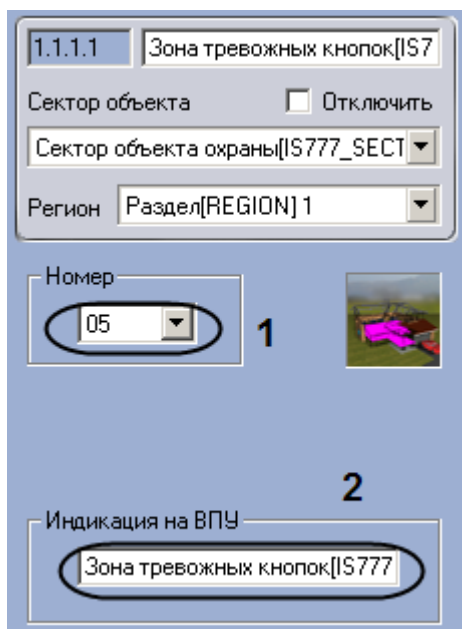

Рис. 3.2—10. Настройка зоны тревожных кнопок
2. Выбрать из раскрывающегося списка **Номер** аппаратный адрес зоны тревожных кнопок (см. Рис. 3.2—10, 1).
3. Ввести в поле **Индикация на ВПУ** имя, которое зона будет иметь на дисплее ВПУ (см. Рис. 3.2—10, 2).